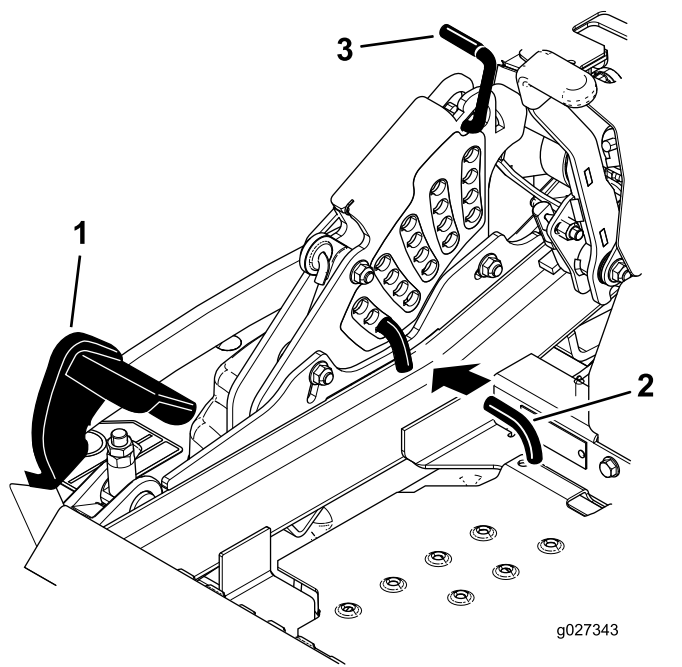

Figure 28
2. Appuyez sur la pédale de levage du tablier avec le pied et levez le tablier en position de transport (qui est aussi la position de hauteur de coupe de 140 mm [5½ po]), comme montré à la **Figure 28**.
3. Pour changer de hauteur de coupe, tournez la goupille de 90 degrés retirez-la du support de hauteur de coupe (**Figure 28**).
4. Placez la goupille dans le trou du support correspondant à la hauteur de coupe voulue (**Figure 28**).